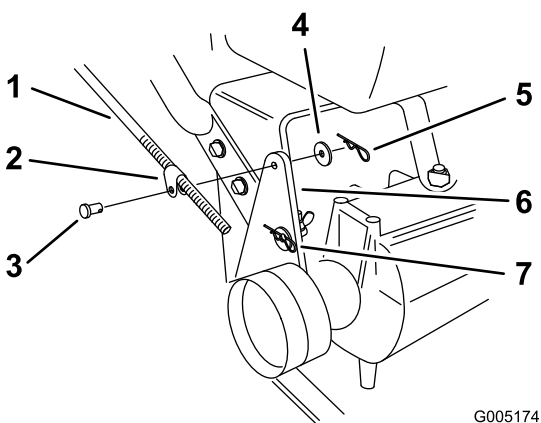

Figura 39
- Compruebe su operación. De ser necesario el ajuste, saque el pasador de horquilla, la arandela y el pasador que sujetan el acoplamiento de la varilla de control con el soporte de la polea tensora (Figura 39).